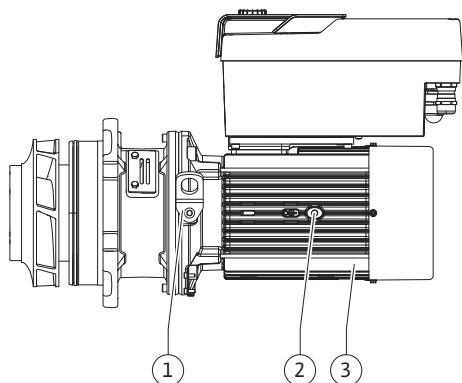

Fig. 108: Πτερωτή κινητήρα
13. Εισαγάγετε την πτερωτή κινητήρα (βλέπε Fig. 108) στο κέλυφος της αντλίας και φέρτε τη στην παλιά της θέση ή σε μια άλλη επιθυμητή θέση υπό γωνία. Για τα παραπάνω λάβετε υπόψη τις επιτρεπόμενες θέσεις εγκατάστασης των εξαρτημάτων (βλέπε κεφάλαιο "Επιτρεπόμενες θέσεις τοποθέτησης και αλλαγή της διάταξης εξαρτημάτων πριν από την εγκατάσταση" [► 26]).